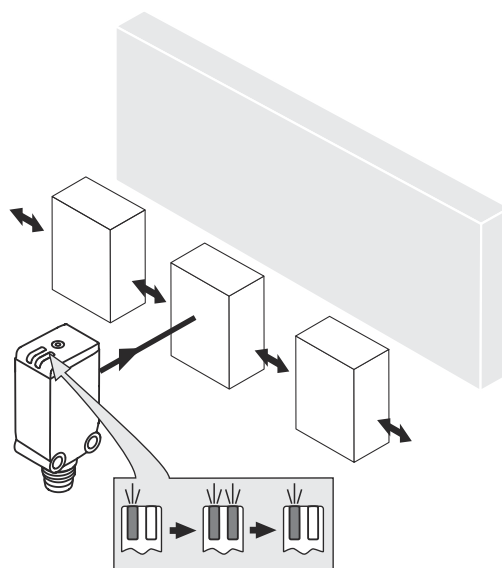

図 4: 標準的な方向
4. センサに対して対象物が検出可能な方向にあることを確認してください。参照 図 4, ページ 100